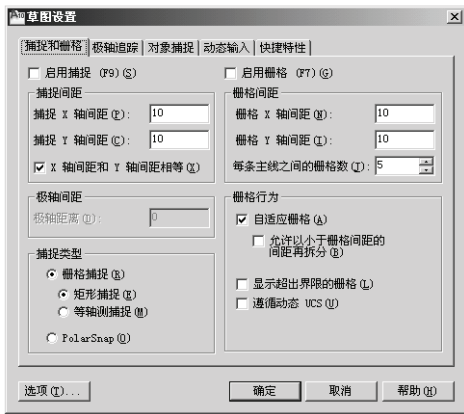

图 1-18 “草图设置”对话框
**捕捉模式**开关——处于打开状态时，光标只能在 X 轴、Y 轴或极轴方向移动固定距离的整数倍，该距离可以通过“草图设置”对话框进行设定，如图 1-18 所示。如果绘图的尺寸大部分都是设定值的整数倍，且容易分辨，可以设定该开关为开，保证精确绘图。开关按钮打开时为淡蓝色，关闭时为灰色。